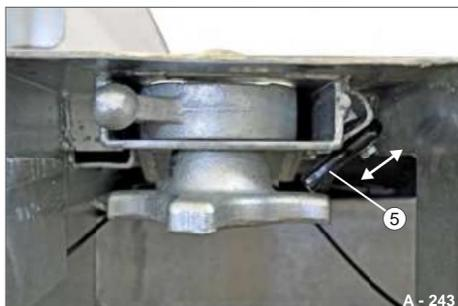

Fig. 156 Panoramica del Twist-Lock
- Sollevare la protezione anticaduta (Fig. 156/5) e fissarlo.
ÿ Sollevare la protezione anticaduta (Fig. 156/5) e fissarlo.